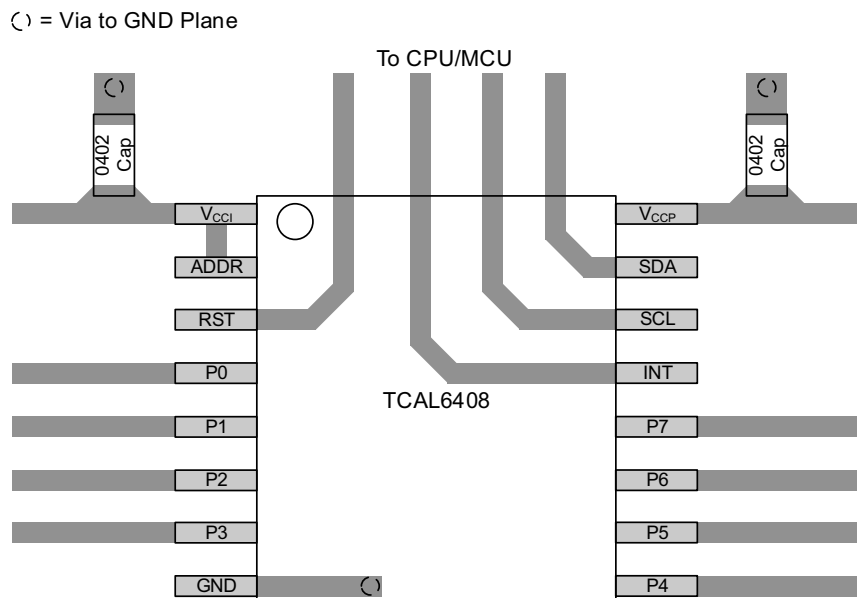

図 8-10. TCAL6408 のレイアウト
すべての PCB レイアウトにおいて、信号トレースを直角に曲げないこと、集積回路 (IC) の近傍を離れる際に信号トレースが互いに離れていくように配置すること、電源とグランドに代表される大電流トレースがより多くの電流を流せるように、トレース幅を太くすることを推奨します。バイパスおよびデカップリング コンデンサは、電源ピンの電圧を制御するためによく使用されます。より大きなコンデンサを使用すると、短時間の電源グリッチが発生した際に追加の電力を供給できます。また、より小さなコンデンサを使用すると、高い周波数のリップルを除去できます。これらのコンデンサは、できる限り TCAL6408 の近くに配置してください。図 8-10 に、これらのベスト プラクティスを示します。
図 8-10 に示すレイアウト例では、信号配線に最上層を使用し、電源とグランド (GND) に分割プレーンとして最下層を使用することで、2 層のみの PCB を製造することができます。ただし、信号配線密度の高い基板では、4 層基板が推奨されます。一般的に 4 層 PCB では、信号を最上層と最下層に配線し、内部の 1 層をグランド プレーン専用にして、もう 1 つの内部層を電源プレーン専用にします。電源とグランドにプレーンまたは分割プレーンを使用する基板レイアウトの場合は、電源または GND に接続する必要がある表面実装部品パッドのすぐ隣にビアを配置し、ビアを内部層または基板の反対側に電気的に接続します。ビアは、信号パターンを基板の反対側に配線する必要がある場合にも使用されますが、この方法は 図 8-10 には示されていません。